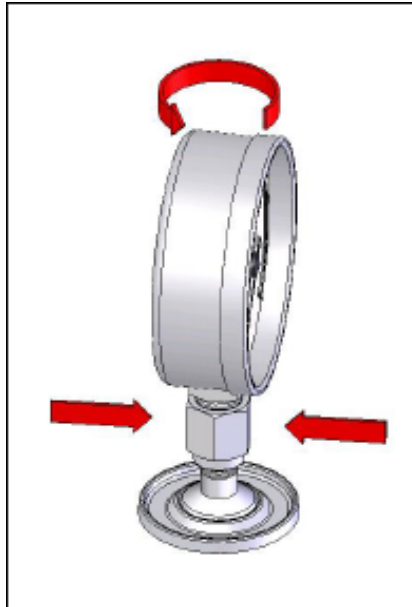

Figure 11. Réglage de la position du manomètre
3. Pour régler la position pour qu'elle soit orientée vers le haut, tenez l'adaptateur de manomètre et tournez l'instrument dans le sens ANTI-HORAIRE, pour qu'il soit orienté vers le haut, voir la figure 11.